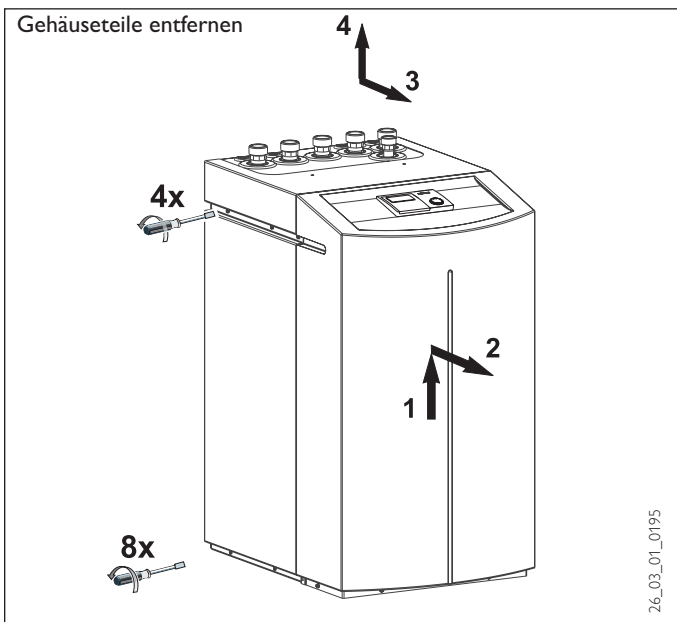

Abb. 10
2. Die acht Schrauben am Sockel des Gerätes herausdrehen (Abb. 10) und das Gehäuse auf den Boden herunterlassen.
Die Anschlussklemmen befinden sich im Schaltkasten (Abb. 14) der WPW und sind nach dem Entfernen der Fronthaube (Abb. 10) und Öffnen der Abdeckklappe zugänglich. Zum Öffnen der Abdeckklappe sind die Befestigungsschrauben seitlich, oben am Schaltkasten zu entfernen. Beim Entfernen der Fronthaube ist darauf zu achten, dass die Leitungen, die den Wärmepumpenmanager mit dem Schaltkasten verbinden, nicht abgerissen werden. Um das Gerät elektrisch anschließen zu können, muss nun noch der Deckel (Abb. 10) demontiert werden.